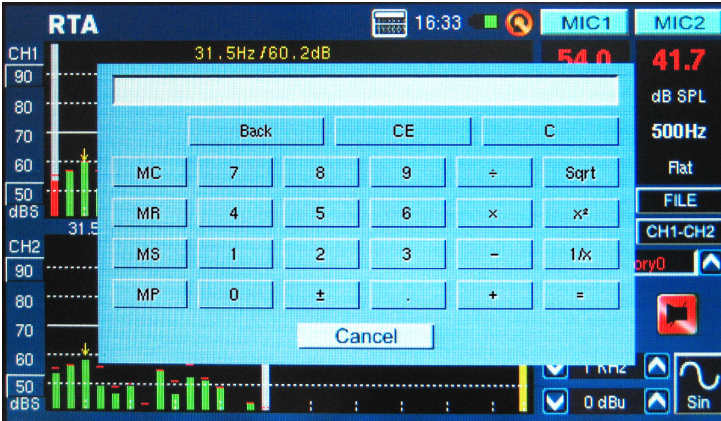

figura 8
- Si usted necesita hacer cálculos rápidos, la calculadora de PAA6 puede ser traída sin salir de su función actual (figura 8).